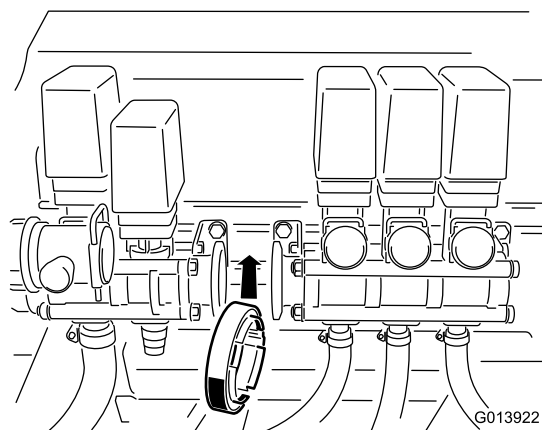

図 8
20. ブームバルブ・アセンブリを新しいエダクタバルブの方へ戻し、二つのアダプタがガスケットを間に挟んで面一になるようにする (図 8)。